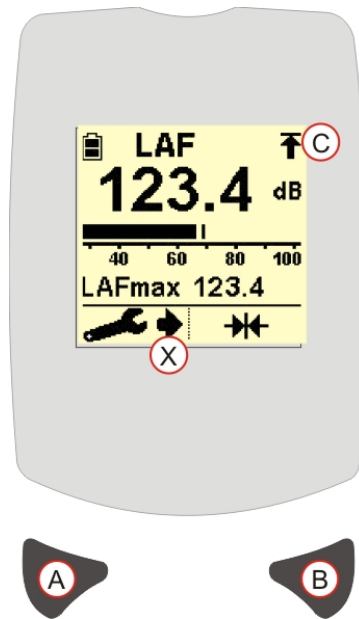

Figura 7 Impostazioni Strumento
1. Le impostazioni dello strumento possono essere modificate dalla schermata Misurazioni (Figura 7).
2. Premere e rilasciare il tasto sinistro (A). Una freccia (X) verrà visualizzata vicino al tasto Impostazioni per indicare che il Menu Impostazioni è stato abilitato. Notare che il simbolo di reimpostazione ✖ verrà sostituito dalle relative impostazioni da modificare, come descritto di seguito.
3. Premere e rilasciare ripetutamente il tasto sinistro (A) per scorrere tra le schermate delle Impostazioni. Notare che le schermate visualizzate dipendono dal modello di Serie CEL-200 acquistato.
4. Premere il tasto destro (B) per apportare modifiche a ogni impostazione, come descritto nei paragrafi A-G.
Prestare attenzione alla selezione della corretta gamma di misura a seconda del clima di rumore da misurare. Assicurarsi che il rumore da misurare sia compreso nel range selezionato. Se viene visualizzato l'indicatore fuori scala () significa che è stato selezionato il range errato. (Fare riferimento alla Figura 7[C]). Se il livello di rumore è inferiore al range di misura selezionato, verrà visualizzato il simbolo "--.-dB".